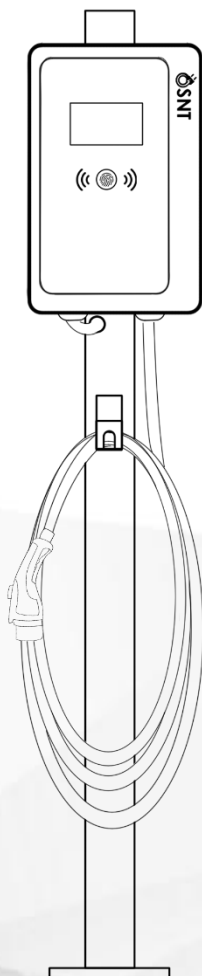

Рис.9
- с. После установки результат выглядит следующим образом: Рис.9